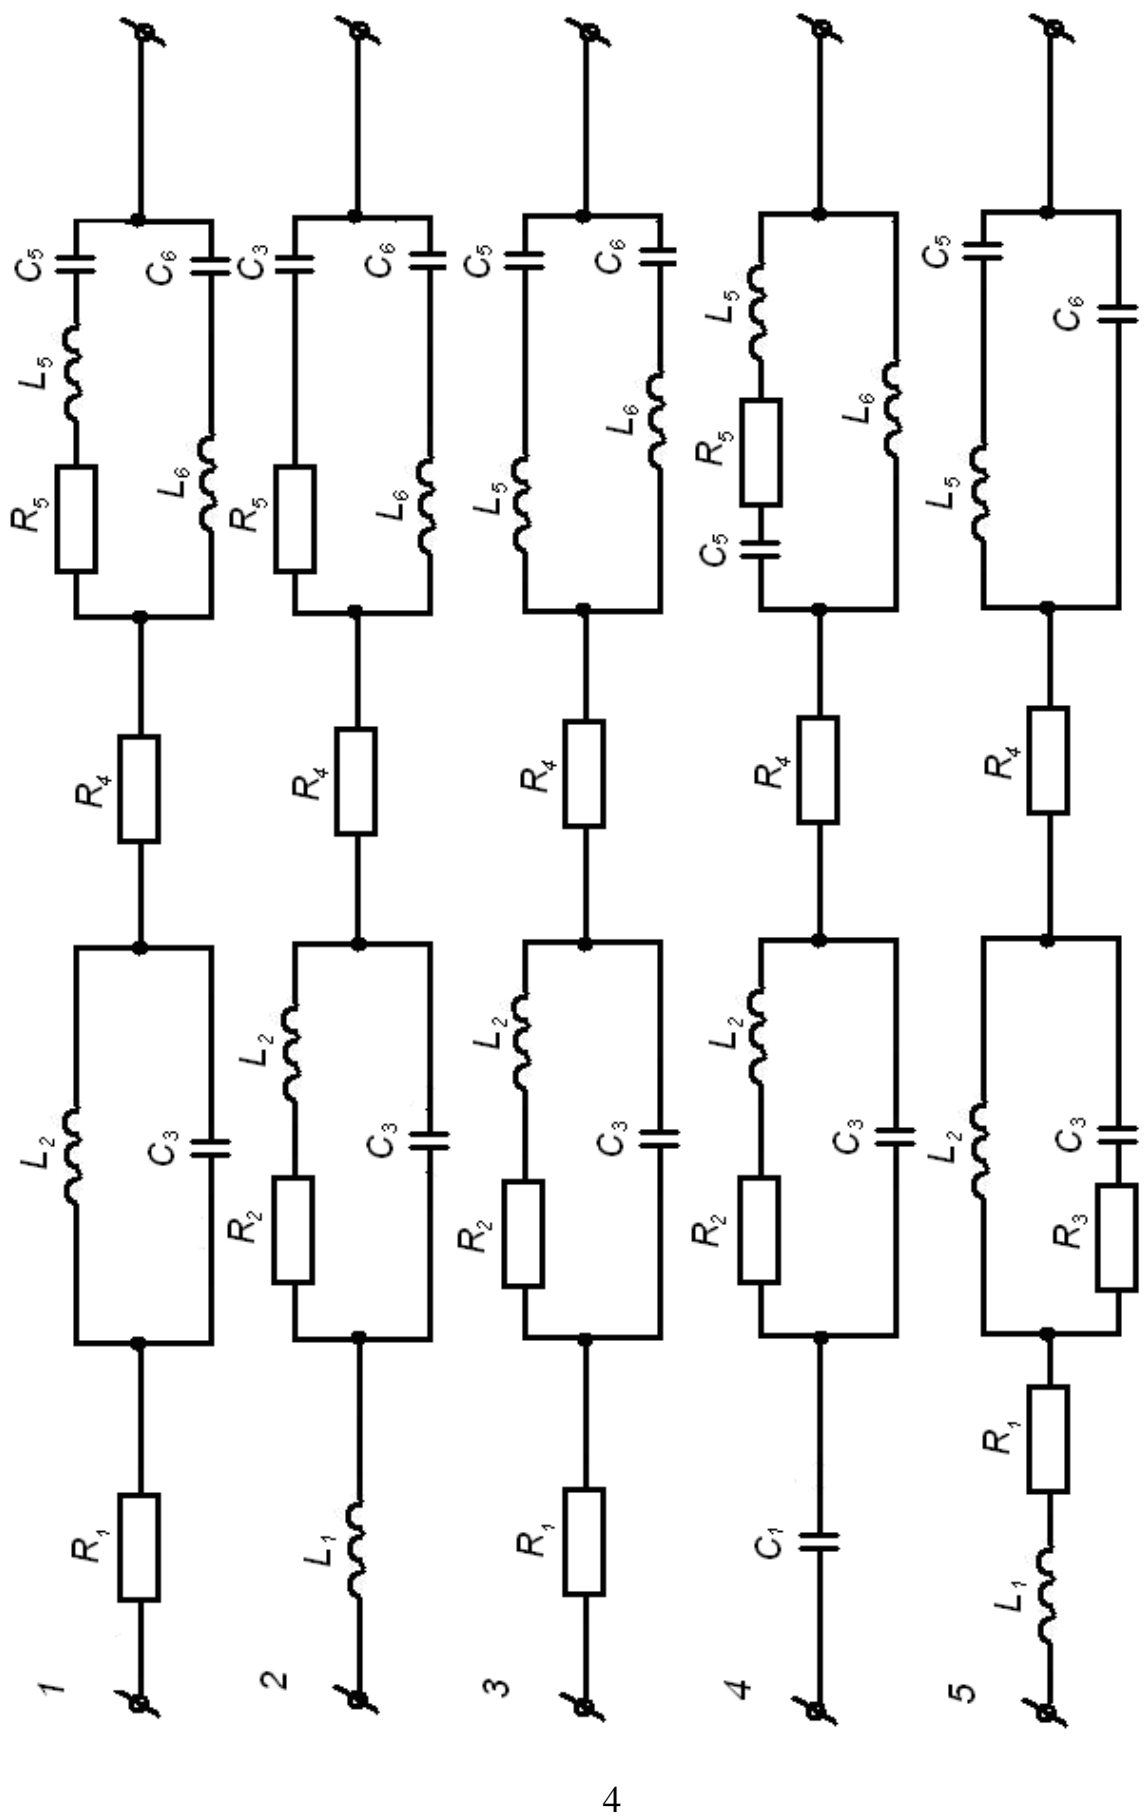

Рис. 1
1. По номеру расчетно-графической работы, заданной преподавателем, определить схему замещения (рис. 1 - 5) и параметры электрической цепи (см. таблицу).
2.1. Схема, заданная для расчета, приведена на рис. 1.